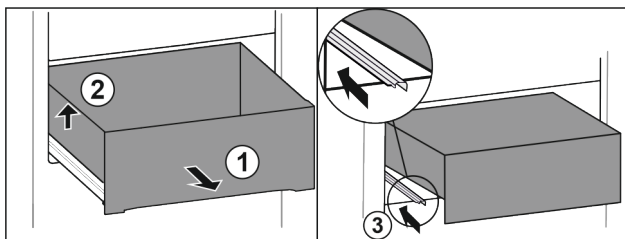

Fig. 23
- ▶ Изтеглете чекмеджето докрай. Fig. 23 (1)
- ▶ Повдигнете чекмеджето отляво. Fig. 23 (2)
- ▶ Вкарайте лявата релса. Fig. 23 (3)